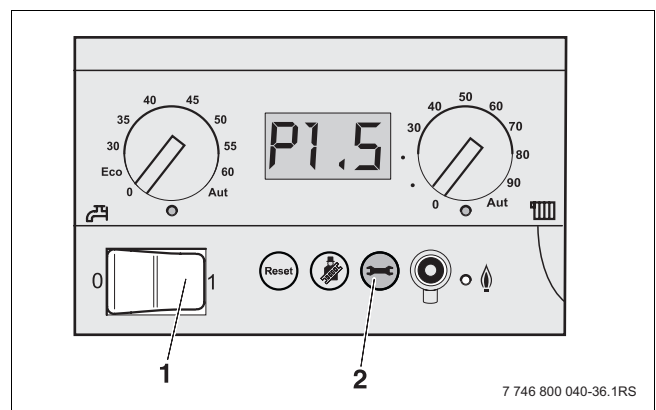

Bild 46 Druckanzeige am Bedienfeld
- Wasserhahn vorsichtig öffnen und die Heizungsanlage langsam befüllen (→ Bild 47). Dabei Druckanzeige (→ Bild 46, Seite 48) für den Heizkreis beachten.
- Betriebsschalter (→ Bild 46, (1), Seite 48) am Bedienfeld des Basiscontrollers auf „0“ stellen.
- Betriebsschalter (→ Bild 46, (1), Seite 48) am Bedienfeld auf „1“ stellen und Betriebsdruck auf dem Display des BC10 erneut ablesen. Wenn der Betriebsdruck durch das Entlüften unter 1,0 bar liegt, muss die Heizungsanlage weiter (wie beschrieben) befüllt werden.